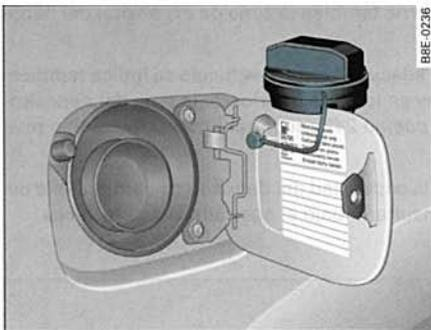

Fig. 208 Tapa del depósito con el tapón encajado
- Encaje el tapón, desde arriba, en el soporte previsto para ello de la tapa del depósito que está abierta ⇒ fig. 208.